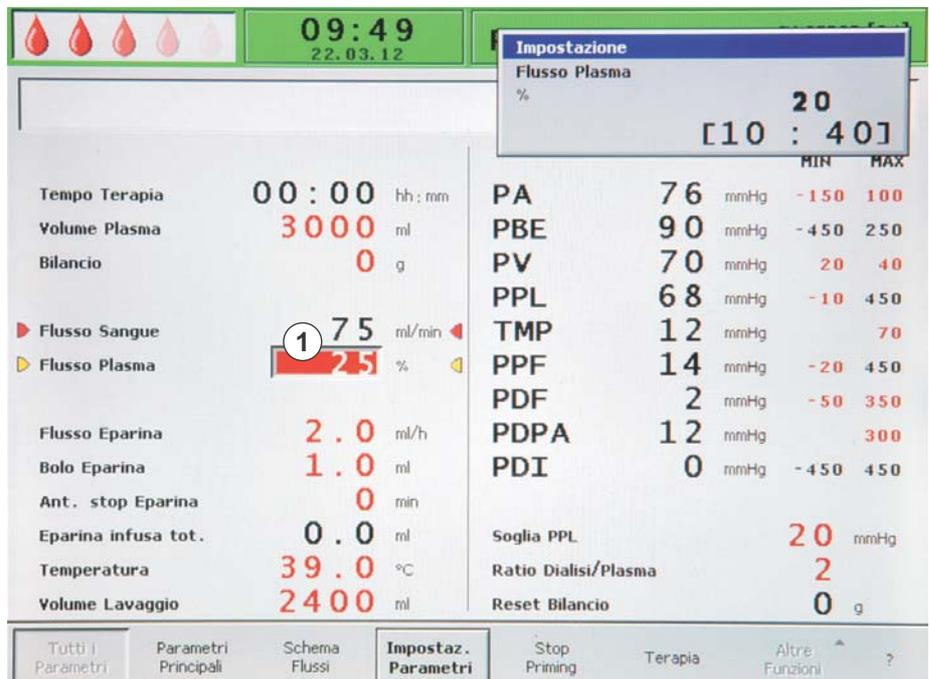

Fig. 2-22 Impostazione dei parametri nella videata *Tutti i Parametri*
Il campo del parametro viene visualizzato con sfondo rosso e testo bianco (Fig. 2-22 , ① ).